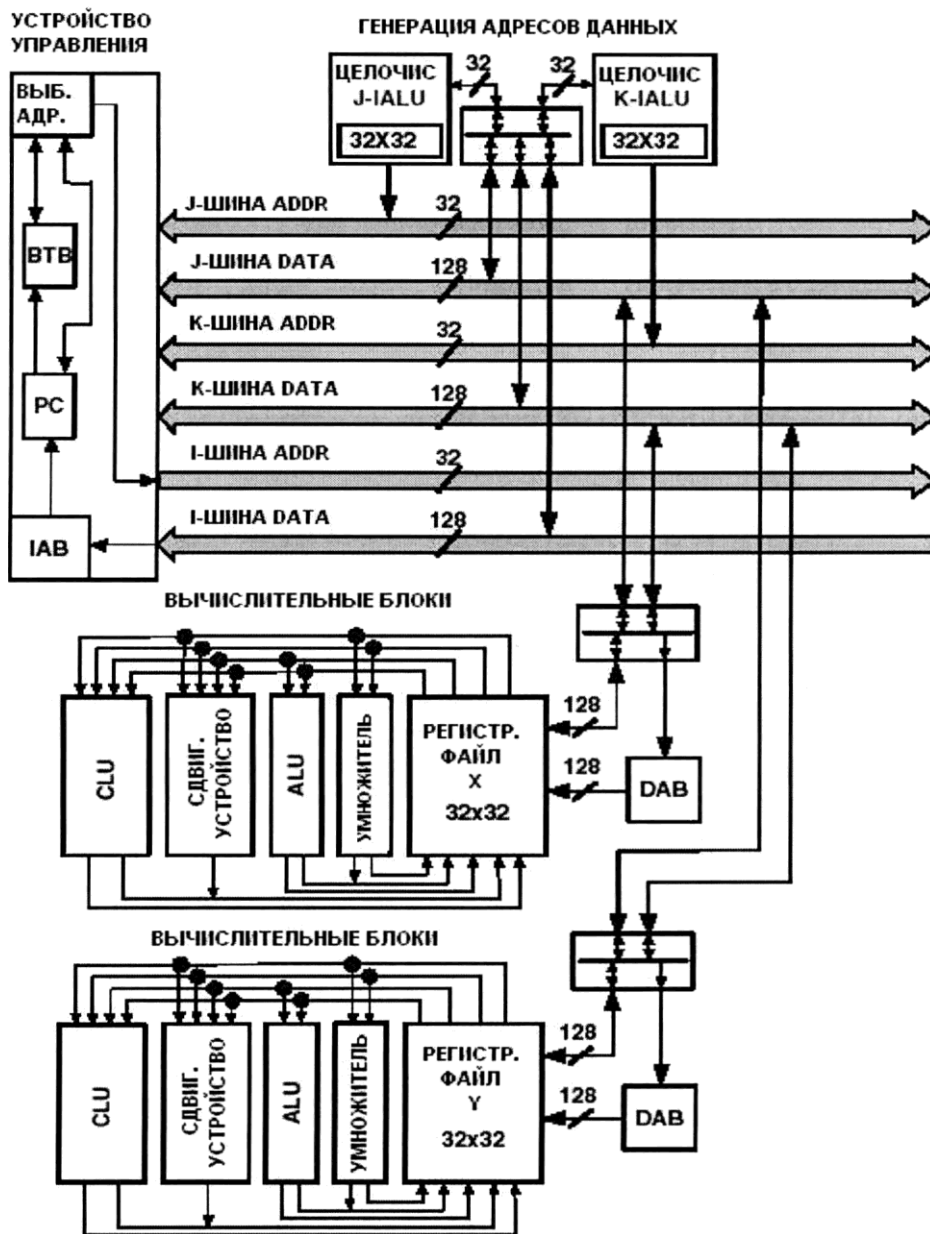

Рисунок 3 – Схема ядра процессора
- ядро процессора (Рисунок 3), где исполняются команды;
В ядре процессора можно выделить пять самостоятельных функциональных модуля (Рисунок 3):